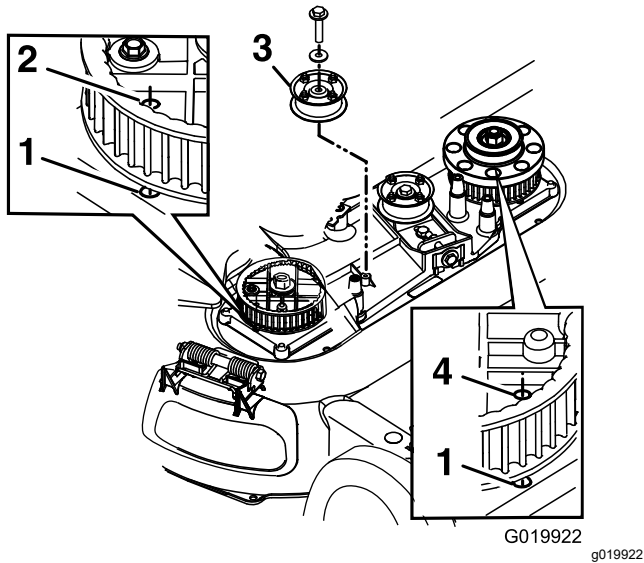

Figura 46
8. Retire la polea tensora fija y los herrajes (Figura 46).
10. Alinee los taladros de los piñones de la izquierda y de la derecha con los taladros de la carcasa, según se muestra en Figura 46.